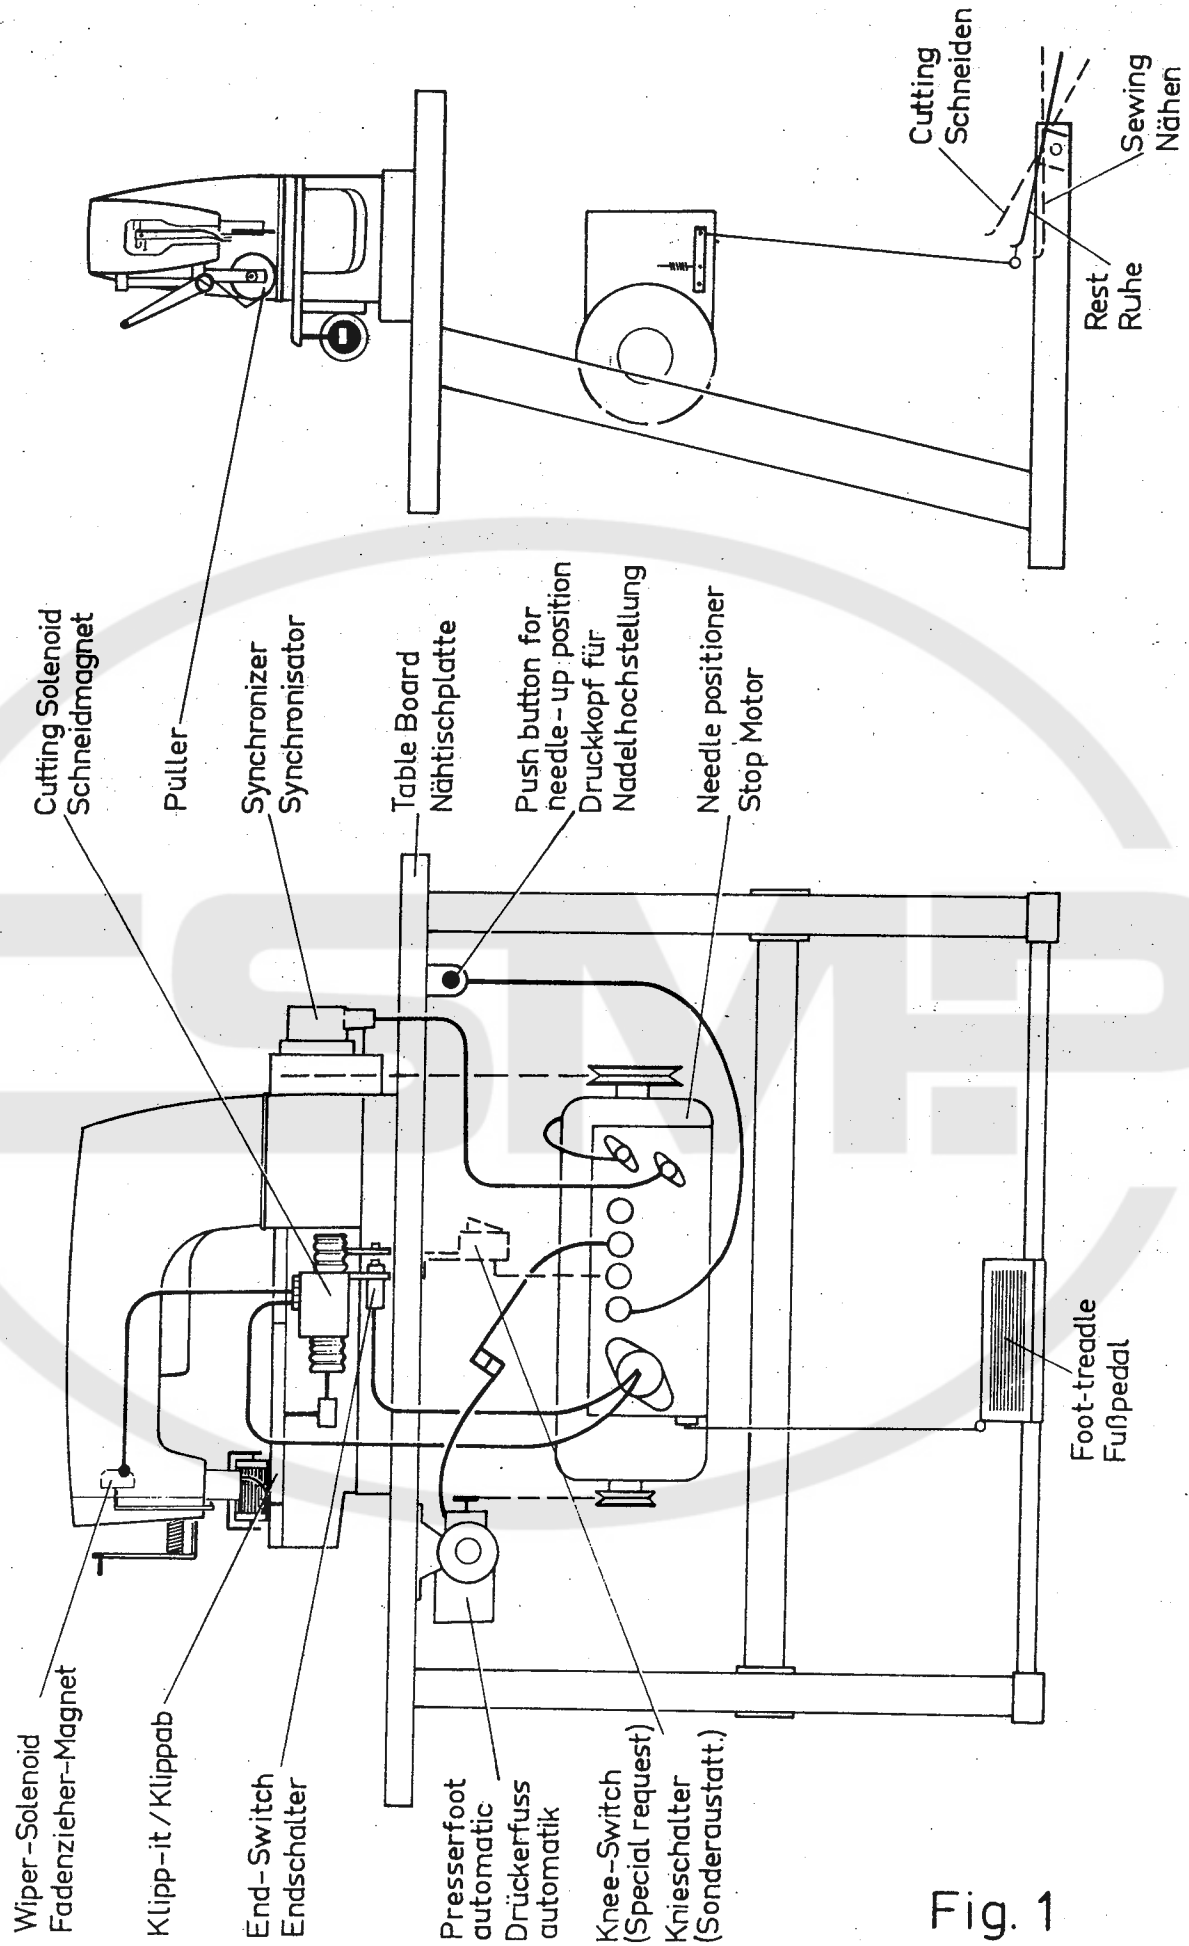

Fig. 1
As shown on Fig. 1 the following parts are mounted on the sewing machine:
It is possible to lift the presser foot without cutting the threads by pressing first the push button, which raises the needles, and heeling the treadle. This is necessary for matching seams or ends of garments. For operations which need a frequent matching of garment it is recommended to install an additional knee switch Part No. 998-338 (dotted line Fig. 1), which allows to lift the presser foot also in needle down position.
Wie aus der Übersichtsskizze Fig. 1 ersichtlich, sind an der Nähmaschine:
Der Drückfuß kann ohne Fadenabschneiden geliftet werden, indem man erst den Drucktaster drückt (also die Nadeln in Hoch bringt) und erst dann das Pedal rückwärts tritt. Dies ist nötig, wenn man die Ware nachregulieren will. Für Arbeiten, die oftmaliges Nachregulieren erfordern, kann zusätzlich ein Knieschalter Teil Nr. 998-338 eingebaut werden (gestrichelt Fig. 1). Durch Betätigung des Knieschalters kann der Drückfuß auch in Nadeltief geliftet werden.
1. Install machine, synchronizer, motor and presser foot lifter according to Fig. 1. All cables between machine, sewing table and motor are equipped with quick disconnect plugs. Start to operate the machine, when all plugs are connected.
1. Installieren Sie die Maschine, Synchronisator, Motor und Drückerfußautomatik nach Fig. 1. Alle Anschlüsse zwischen Maschine, Tisch und Motor sind schnell lösbare Steckverbindungen. Nehmen Sie die Maschine erst dann in Betrieb wenn alle Stecker eingesteckt sind.
- b) The thread wiper has to be adjusted (see item 11) before it is connected to the solenoid according to Fig. 1 a.
- b) Der Fadenzieher darf erst nach erfolgter Einstellung (siehe Punkt 11) am Magnet nach Fig. 1 a angeschlossen werden.